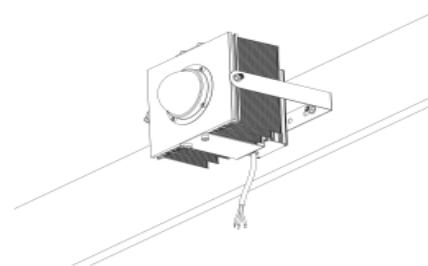

Рис.1
- Вариант монтажа для моделей мощностью 100-150Вт с помощью кронштейна рис. 1. Светильники поставляются в комплекте с «П»-образным кронштейном., произвести крепление кронштейна к монтажной поверхности. Завести крепежные болты в пазы на корпусе светильника, сориентировать светильник в требуемом направлении. Произвести затяжку гаек крепления кронштейна на светильнике.